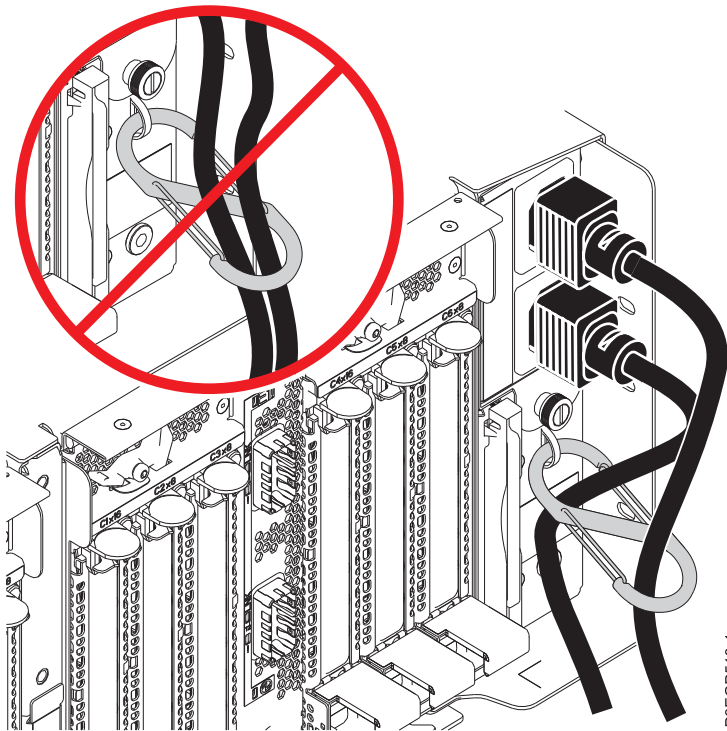

Abbildung 17. Netzkabel durch die S-Karabiner verlegen und an die Stromversorgung anschließen
- b. Verlegen Sie die Netzkabel so durch den S-Karabiner, dass die Kabel das bzw. die PCIe-3-Fanout-module mit 6 Steckplätzen nicht behindern. Siehe Abb. 17.
- c. Schließen Sie das andere Ende der Netzkabel an die Stromversorgung am zu installierenden Einschub für PCIe3-Erweiterungen an. Siehe Abb. 17.